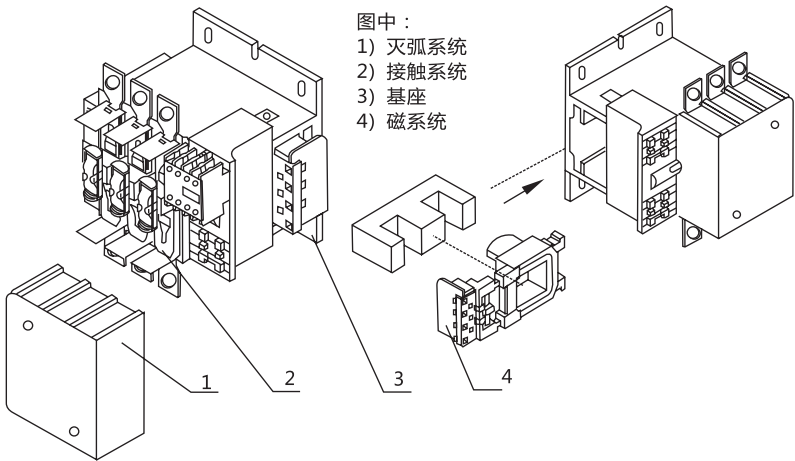

图1 CJX2-115~265接触器的总体结构示意图
- ①装卸线圈所需的最小距离。
- ②根据工作电压和分断能力确定的飞弧距离。
6.1 接触器主要由灭弧系统、接触系统、基座、磁系统（包括铁心、线圈）组成，参见图1。
6.2 接触器的接触系统为直动式、双断点布置，下基座采用铝合金型材，线圈为塑料封装结构，且线圈与磁轭组装成一体，可从接触器中直接取出或装入，使用、维修极为方便。见图1。